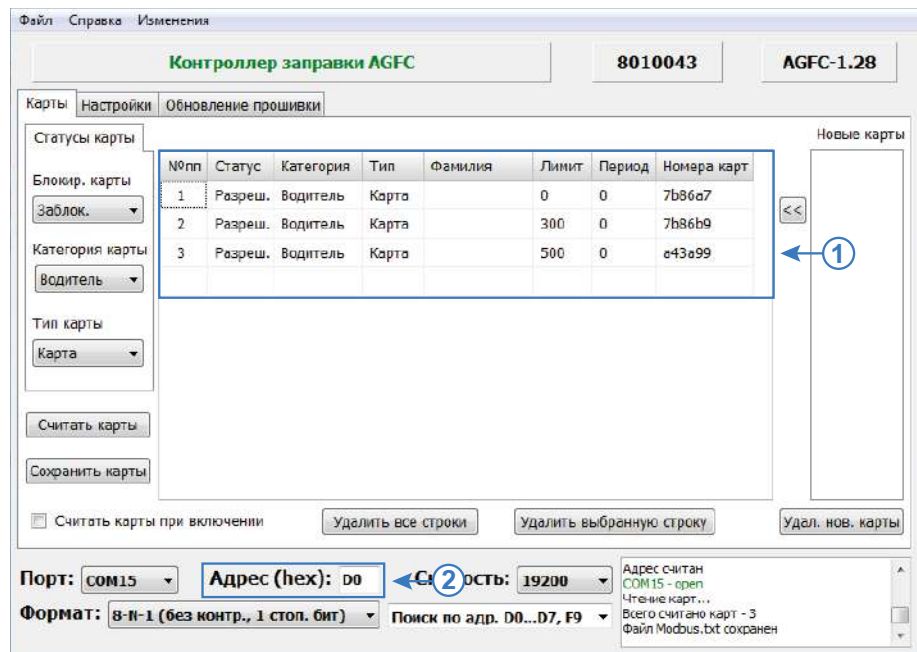

Рис.27. Формирование списка карт для передачи через сервер.
- в программе «AGFCConf» сформировать нужный список карт (Рис.27, п.1);
- в поле «Адрес (hex)» в нижней части окна программы ввести сетевой адрес ТРК «AGFC», которому нужно передать файл (Рис.27, п.2). Стандартные адреса ТРК – D0-D7, адрес ТРК, работающего в режиме устройства ПОРТ-3 – F9;
- в поле «Адрес (hex)» в нижней части окна программы ввести сетевой адрес ТРК «AGFC», которому нужно передать настройки (Рис.27, п.2). Стандартные адреса ТРК – D0-D7, адрес ТРК, работающего в режиме устройства ПОРТ-3 – F9;